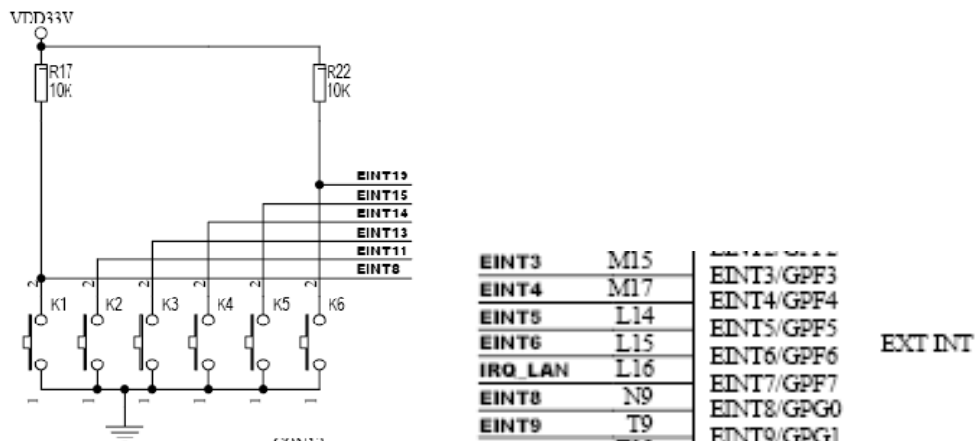

图 3-1 按键输入
(1) 开发板按键 1 连接到 EINT8/GPIO0，见图 3-1，本实验中该引脚被配置成外部中断输入功能。